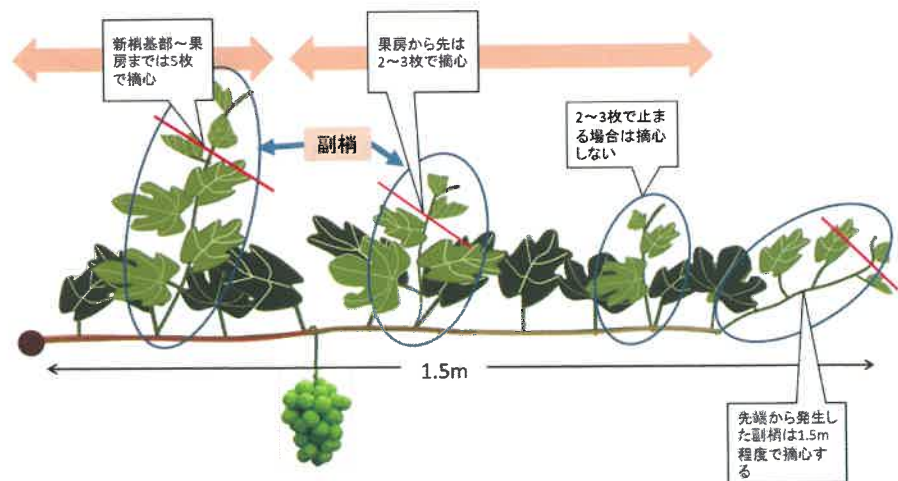

図7 摘心後の副梢の管理方法
- ・摘心部の先端から発生する副梢は、伸長方向に誘引し1.5m程度になれば摘心します(図7)。